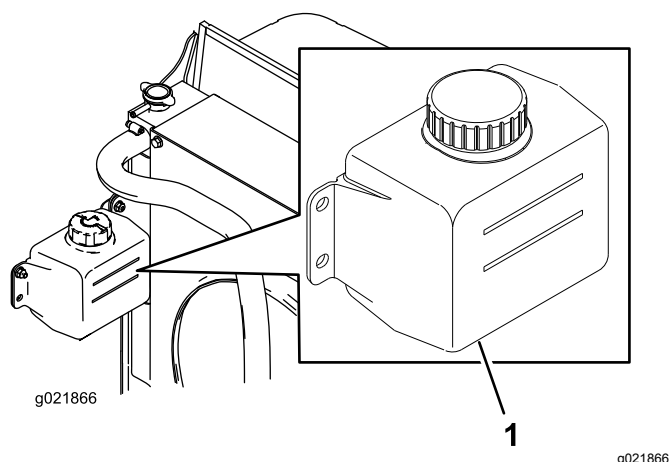

Figura 28
1. Controllate il livello di refrigerante nel serbatoio di espansione (Figura 28).